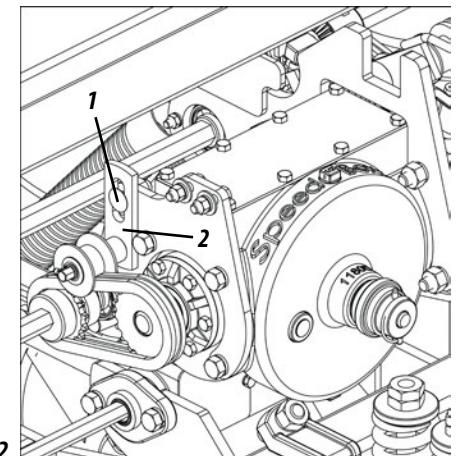

Figura 52
TENSÃO DAS CORRENTES (FIGURA 52)
- 1- Solte o parafuso (1), deslize o esticador (2) até a tensão necessária. Em seguida, reaperte a porca, **conforme mostra a figura 52.**